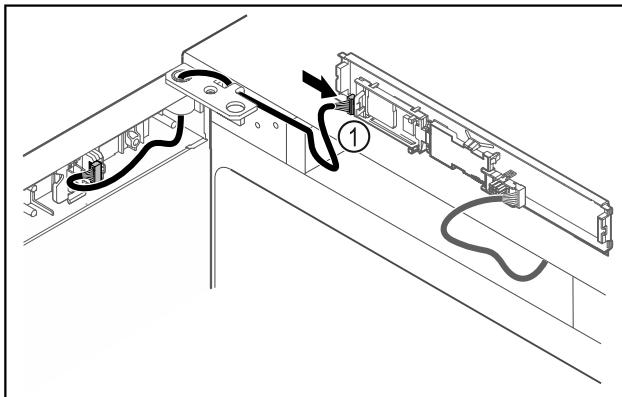

Fig. 50
- Ikiškite kištuką į plokštę Fig. 50 (1).